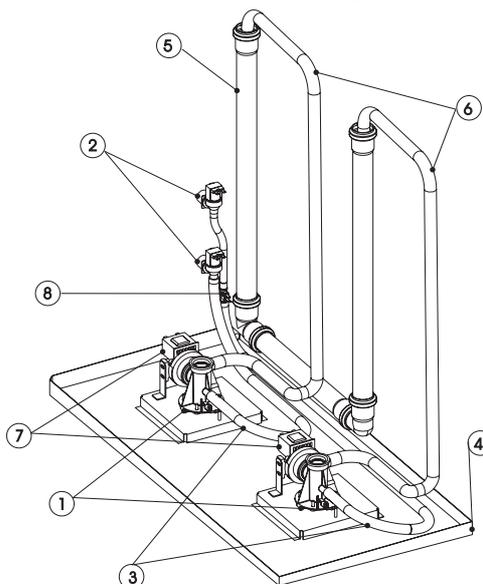

Fig. 8.1
• Elettrovalvola d'alimento (Fig.8.1 part. n. 2)
• Collettore d'alimento e drenaggio (Fig. 8.1, part. n. 1)
• Pompa di scarico (Fig. 8.1 , part. n. 7)
• Vasca di fondo (Fig. 8.1 , part. n. 4)
• Tubazioni d'alimentazione (Fig. 8.1, part. n.3)
• Fill solenoid valve (Fig. 8.1 , part no. 2)
• Supply and drain manifold (Fig. 8.1, part no. 1)
• Drain pump (Fig. 8.1 , part no. 7)
• Bottom tank (Fig. 8.1 , part no. 4)
• Supply pipes (Fig. 8.1, part no. 3)